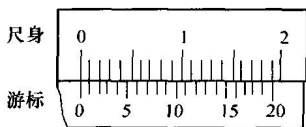

图 2-5 0.05mm 游标卡尺
0.05mm 示值精度的游标卡尺其原理与上述原理相同, 如图 2-5 所示, 它的分度值的原理与上述 0.02mm 精度的液标卡尺相同。其精度原理是以尺身上 19mm 间距, 在游标上作 20 等分分度值刻线, 将游标上的零位线与尺身上零位线对齐, 则游标上 20 分度线与尺寸 19mm 对齐, 则相对于尺身 20mm 处线相差 1mm, 也就是游标上分度值为 $1/20\text{mm}$ 。